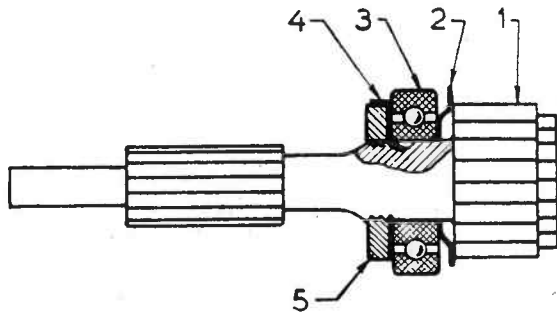

FIG. 3. MONTAGE DE L'ARBRE PRIMAIRE
9. Sur l'arbre primaire, monter dans l'ordre, en partant du pignon : la rondelle à orienter comme le montre la figure 3, le roulement, la rondelle d'arrêt d'écrou, dont la languette intérieure sera rabattue dans le fraisage prévu dans l'arbre. Visser l'écrou et rabattre la languette extérieure sur le pan correspondant.